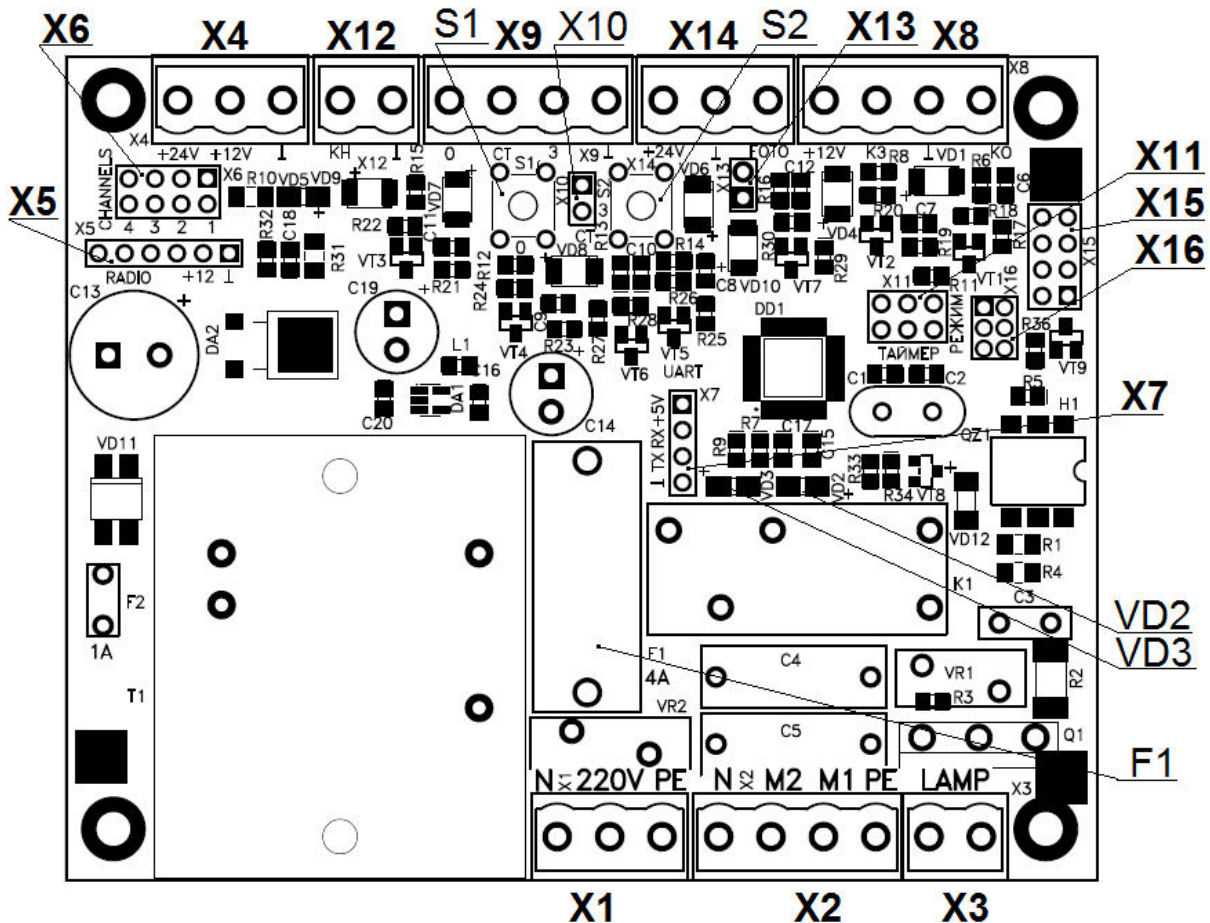

Рисунок 6
Питание шлагбаума однофазное, подключается к разъему X1 (см. Рисунок 6)
Фотоэлементы подключаются к разъему X14 (см. Рисунок 6)
При отсутствии фотоэлементов на переключателе X13 (см. Рисунок 6) должен быть установлен джампер. При отсутствии перемычки шлагбаум не будет закрываться.
Подключается к разъему **X9** (см. Рисунок 6)
3. Блок перейдет в режим настройки задержки таймера. Количеством миганий индикаторов открытия и закрытия (см. Рисунок 6) отобразится текущее время задержки в секундах кратное 5. (3 мигания – 15 секунд)